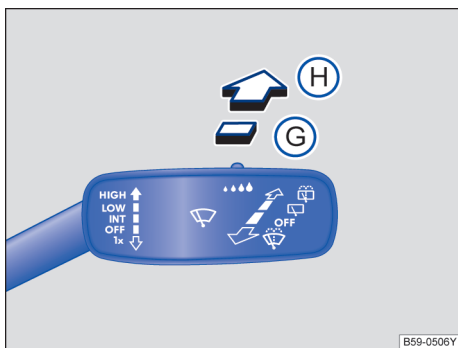

图 77 挡风玻璃雨刮器拨杆：后窗雨刮器操作
- 将挡风玻璃雨刮器拨杆向前按到位置⑥。
- 图 77，大约每隔六秒，雨刮器刮一次车窗。